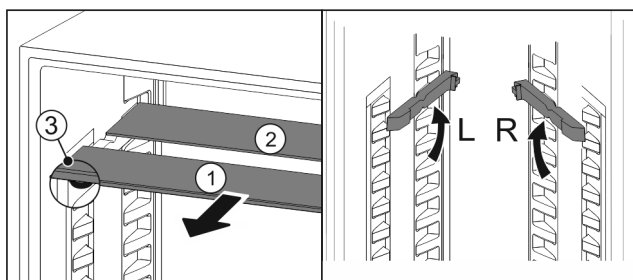

Fig. 177
- ▶ Steklene plošče posamično izvlecite Fig. 177 (1) naprej.
- ▶ Steklena plošča Fig. 177 (1) z okrasno letvijo je spredaj.
- ▶ Zaustavljalniki Fig. 177 (3) so obrnjeni navzdol.